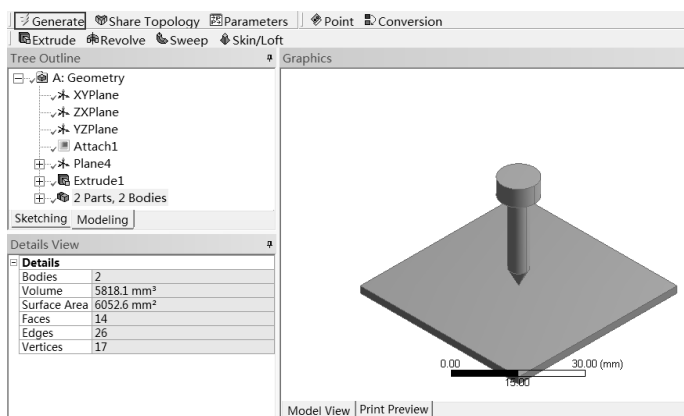

图 11-9 几何数据
Step3：如图 11-9 所示，单击工具栏中的 Generate 按钮，在图形区域显示几何图形。